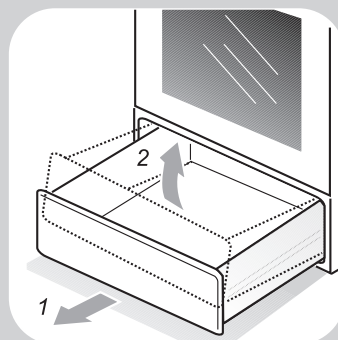

Рис. 19
- Как достать выдвижной ящик, показано на рис.19.